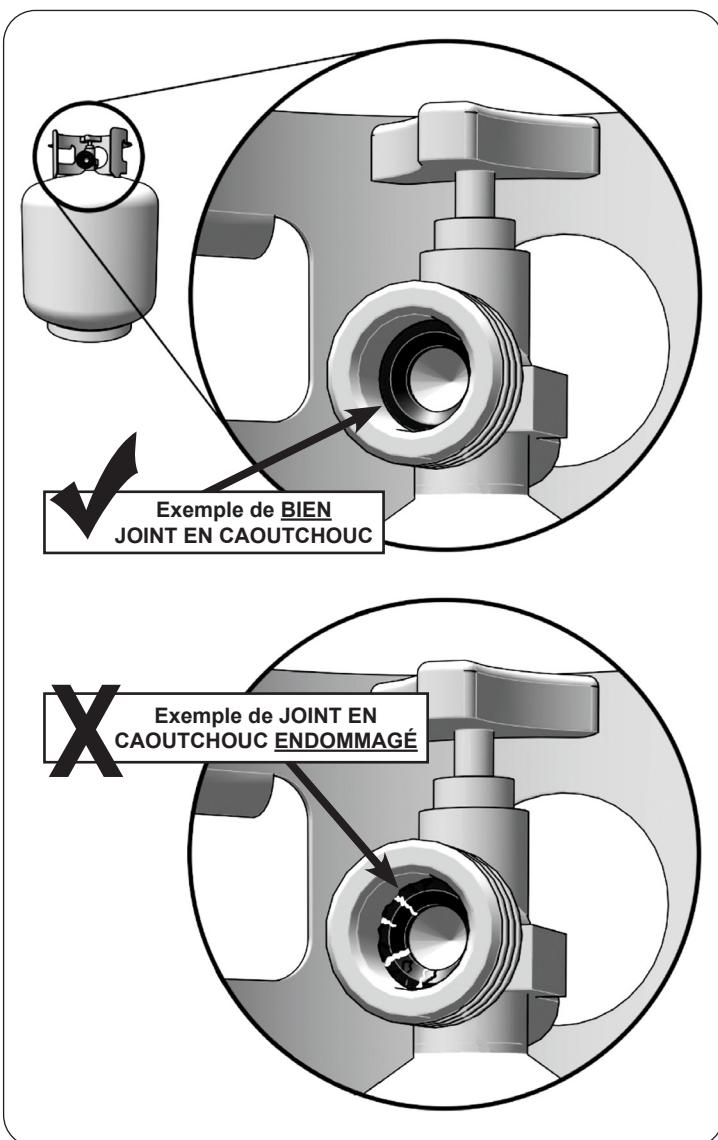

Fig. 10-1 Inspecter le joint en caoutchouc
- d. **Connexions CGA 791 sur les bouteilles de GPL :** L'élément d'étanchéité en caoutchouc du joint d'étanchéité de la face élastomère du cylindre sur ces appareils pourrait, avec le temps, présenter des dommages marqués et visibles ou une détérioration qui pourrait causer une fuite même avec la connexion serrée. Une inspection visuelle du joint doit être effectuée chaque fois qu'une bouteille de GPL est remplacée ou remplie. Toute bouteille de GPL présentant des signes de dommages ou de détérioration, tel qu'illustré à la Fig. 10-1, y compris des fissures et des piqûres visibles, doit être remplacée.